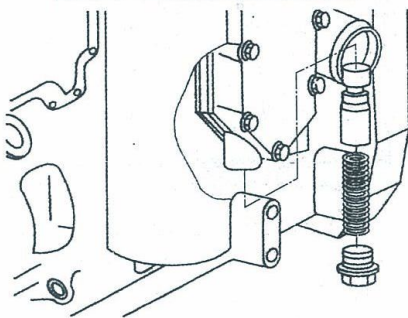
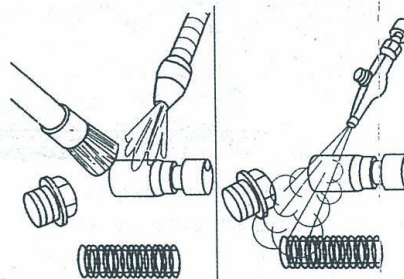

图 1-375 拆下调节阀螺塞
图 1-376 清洗调节阀零件并吹干
- 2) 拆下调节阀螺塞, 见图 1-375; 清洗调节阀零件并吹干, 见图 1-376。